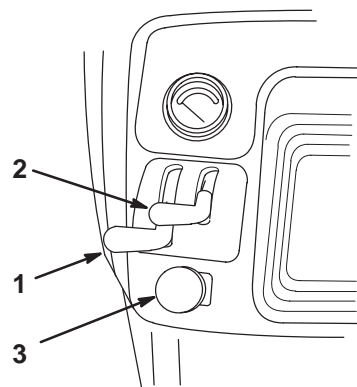

Figure 13
3. Placez la commande de PdF en position Hors service (Fig. 13).
- Placez la commande de starter en position En service (si le moteur est froid) (Fig. 13 et 14).
- Réglez la manette d'accélérateur à mi-course vers le régime maximum (Fig. 13 et 14).
- Lorsque le moteur a démarré, amenez progressivement la manette de starter en position Hors service (Fig. 13 et 14).
- Réglez la manette d'accélérateur en position de ralenti (Fig. 13 et 14).